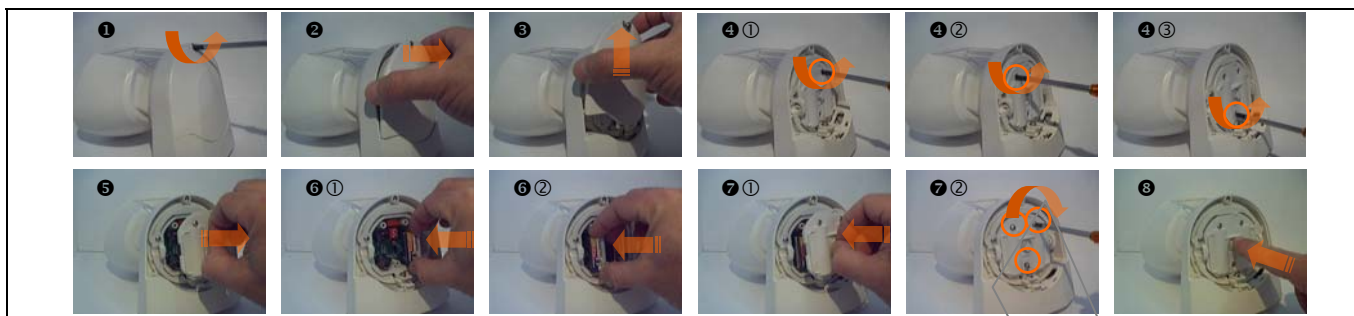
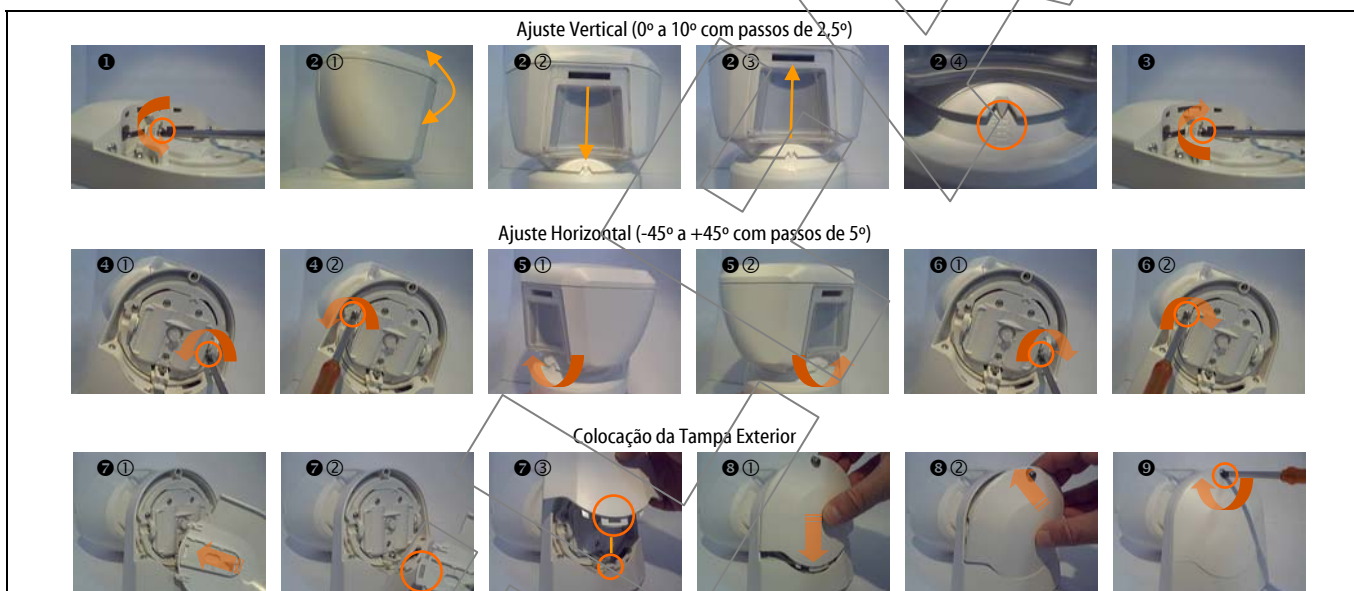

Figura 3 – Colocação das Pilhas – Ver vídeo
Figura 5 – Ajustes e Colocação da Tampa Exterior – Ver vídeo
Retire as tampas inferiores (Figura 3, passos 1 a 5) para aceder aos micro-interruptores, os quais podem ser seleccionados de acordo com a tabela seguinte:
3.2 Colocação das Pilhas (Figura 3, passos 1 a 6)
A colocação das tampas devem ser executadas como indicada na Figura 3, passo 7 para a tampa interior e Figura 5, passos 7 a 9 para a tampa
Registe o detector na consola de acordo com o manual de instalação da consola. A transmissão de registo é realizada pela acção de retirar e colocar a tampa exterior que acciona o interruptor de sabotagem (Figura 3, passos 1 a 3 ou passo 3) ou pela remoção e instalação das pilhas.
- O ajuste horizontal (Figura 5, passos 1 a 3) e vertical (Figura 5, passos 4 a 6) devem ser realizados de acordo com a área a proteger. Além disso, o ajuste vertical combinado com a altura de montagem, determinam o alcance máximo de detecção, como indicado na tabela seguinte (a informação apresentada refere-se a uma área plana e o ajuste final deve ser comprovado com as detecções realizadas no modo de teste).
A. Coloque o detector em modo de teste, como indicado seguidamente: Retire e volte a colocar a tampa exterior (Figura 3, passos 1 a 2 e Figura 5, passos 3 a 9). O indicador luminoso irá piscar durante 60 segundos, entrando seguidamente em modo de teste por um período de 15 minutos.